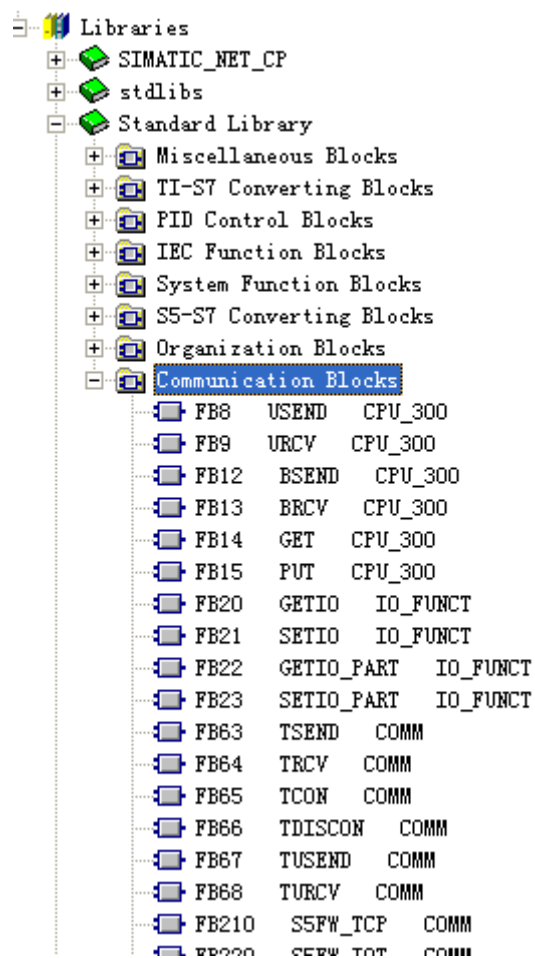

图 2.2.3
(3)、在 OB1 中依次调用 FB65，FB67，FB68，FB66，这些块在如图 2.2.3 的目录下。